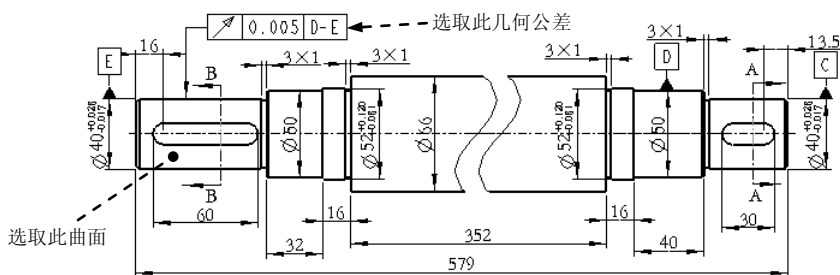

图 5.9.23 添加“圆跳动”公差
Step6. 在 公差值 选项卡中, 将公差值设置为 0.005, 结果如图 5.9.23 所示。
Step9. 在 模型参照 选项卡 参照: 区域的 类型 下拉列表中选择 曲面 选项, 选取图 5.9.23 所示曲面为公差参照, 在对话框中 放置 区域的 类型 下拉列表中选择 其它几何公差 选项, 在图形区选取图 5.9.23 所示的“圆跳动”几何公差为放置位置参照。